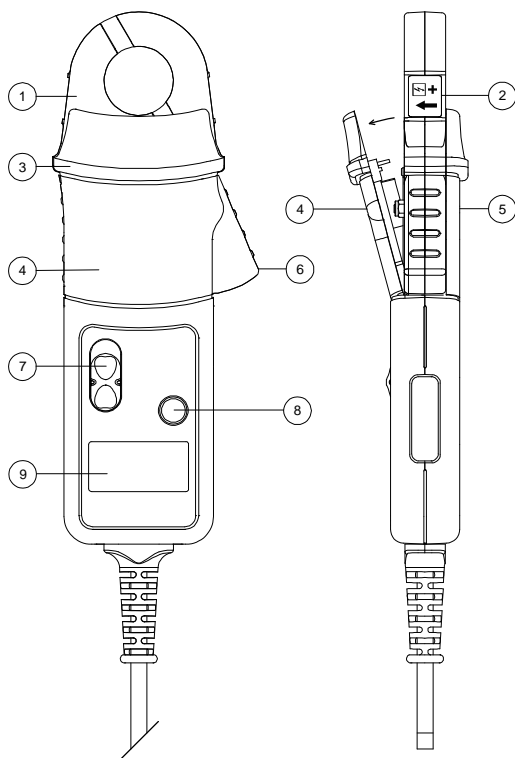

FIG 1
- Non toccare la sonda in nessun punto oltre il collare di protezione, vedi fig. 1.
Quando la tensione della batteria ha raggiunto il minimo, sul display appare il simbolo di batteria scarica. Vedi fig. 1 e procedere nel modo seguente per sostituire la batteria.
Allentare la vite imperdibile del coperchio vano batterie. Sollevare il coperchio di 30° e staccarlo dal corpo come mostra la fig 1. Sostituire la batteria, riposizionare il coperchio e fissarlo con la vite.
La responsabilità per l'uso in sicurezza è dell'operatore che deve essere adeguatamente qualificato e autorizzato. Usando la pinza amperometrica, fare attenzione a non mettere le dita oltre il **collare di protezione**, vedi fig. 1. Prima dell'uso controllare sempre che pinza e cavi non siano danneggiati.